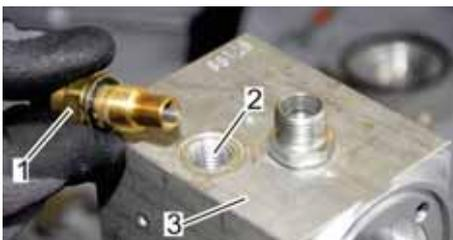

Abb. 82: Zuströmventil einsetzen
9. ➤ Das Zuströmventil (Abb. 82/1) in die Einsatzbohrung (Abb. 82/2) des Gehäuses (Abb. 82/3) einsetzen.